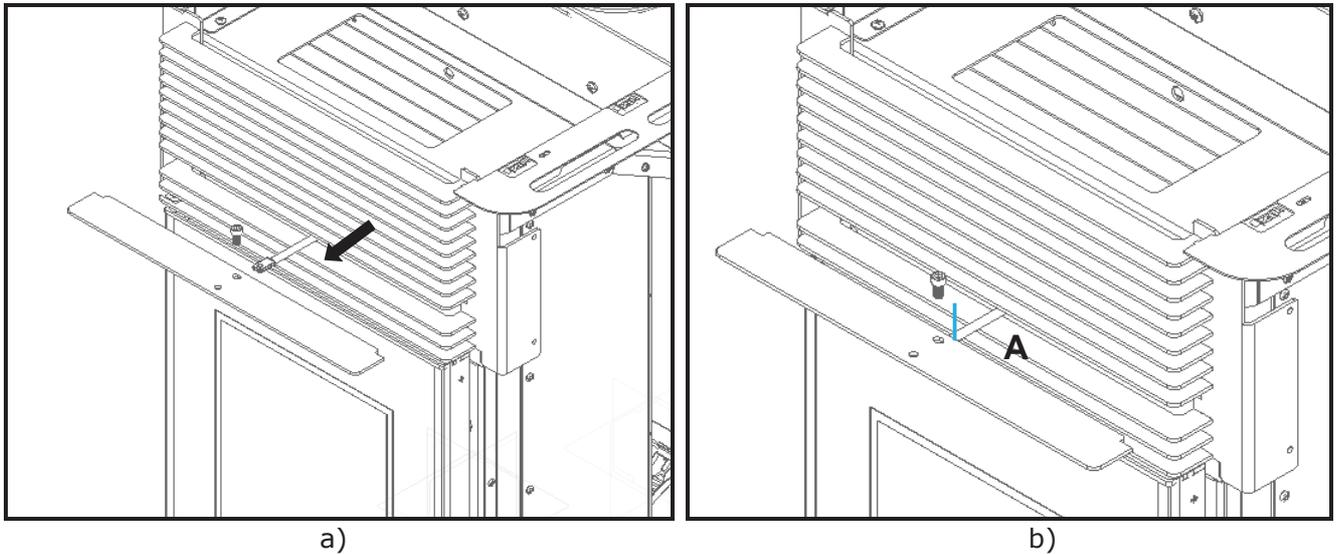

Figura 92 – Pala de agarre de registro
b) Entonces tire de la varilla de registro hacia delante (Figura 92-a), alineando el orificio de la varilla y el orificio de la solapa y se unen con un tornillo **A** (DIN 7991 M6x10).